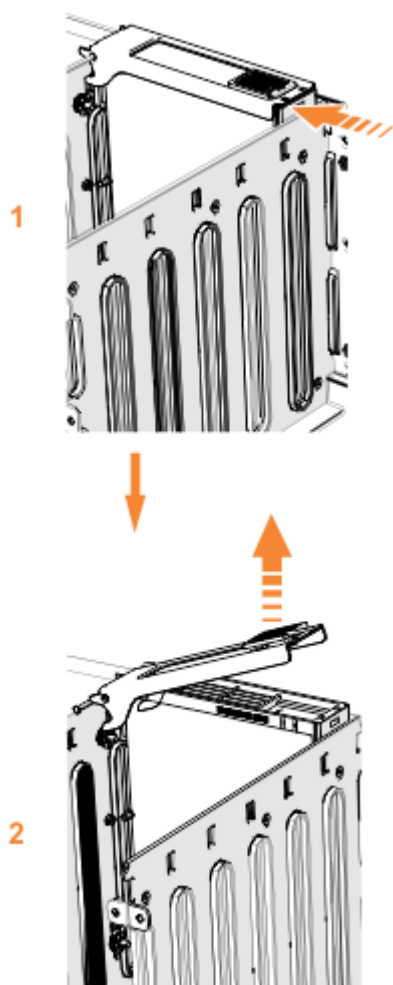

Figure 112. Retrait de l'unité
5. Faites glisser le loquet de déverrouillage vers l'avant (1), comme indiqué dans la Figure 112, à la page 101.
6. Soulevez la poignée (2) pour déverrouiller le support d'unité de la partition, comme indiqué dans la Figure 112, à la page 101. Assurez-vous que l'extrémité du loquet est complètement dégagée.